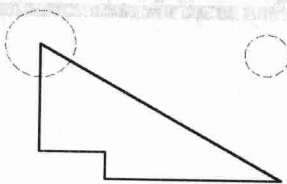

图 1-11 设定图层后的结果
(10) 选择折线，在【图层】工具栏下拉列表中选择“轮廓线层”选项。选择线段，在【图层】工具栏下拉列表中选择“中心线层”选项。选择圆，在【图层】工具栏下拉列表中选择“虚线层”选项。按下状态栏上的**线宽**按钮，结果如图 1-11 所示。
(2) 单击【标准】工具栏上的  按钮, 刚刚删除的中心线和虚线圆又显示出来, 再单击  按钮, 连续折线被删除的部分和另一个虚线圆也显示出来, 结果如图 1-11 所示。